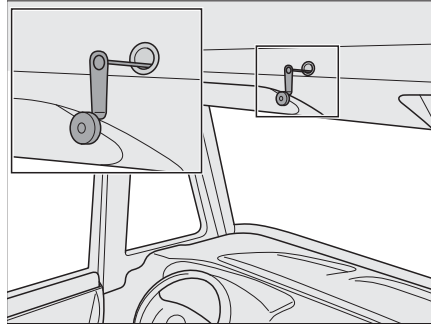

Fig. 152 Commande de secours pour le lit escamotable électrique
- ▶ En cas de panne de courant, le lit escamotable électrique peut également être commandé avec une manivelle de secours (Fig. 152). Celle-ci se trouve dans la cuisine intégrée.